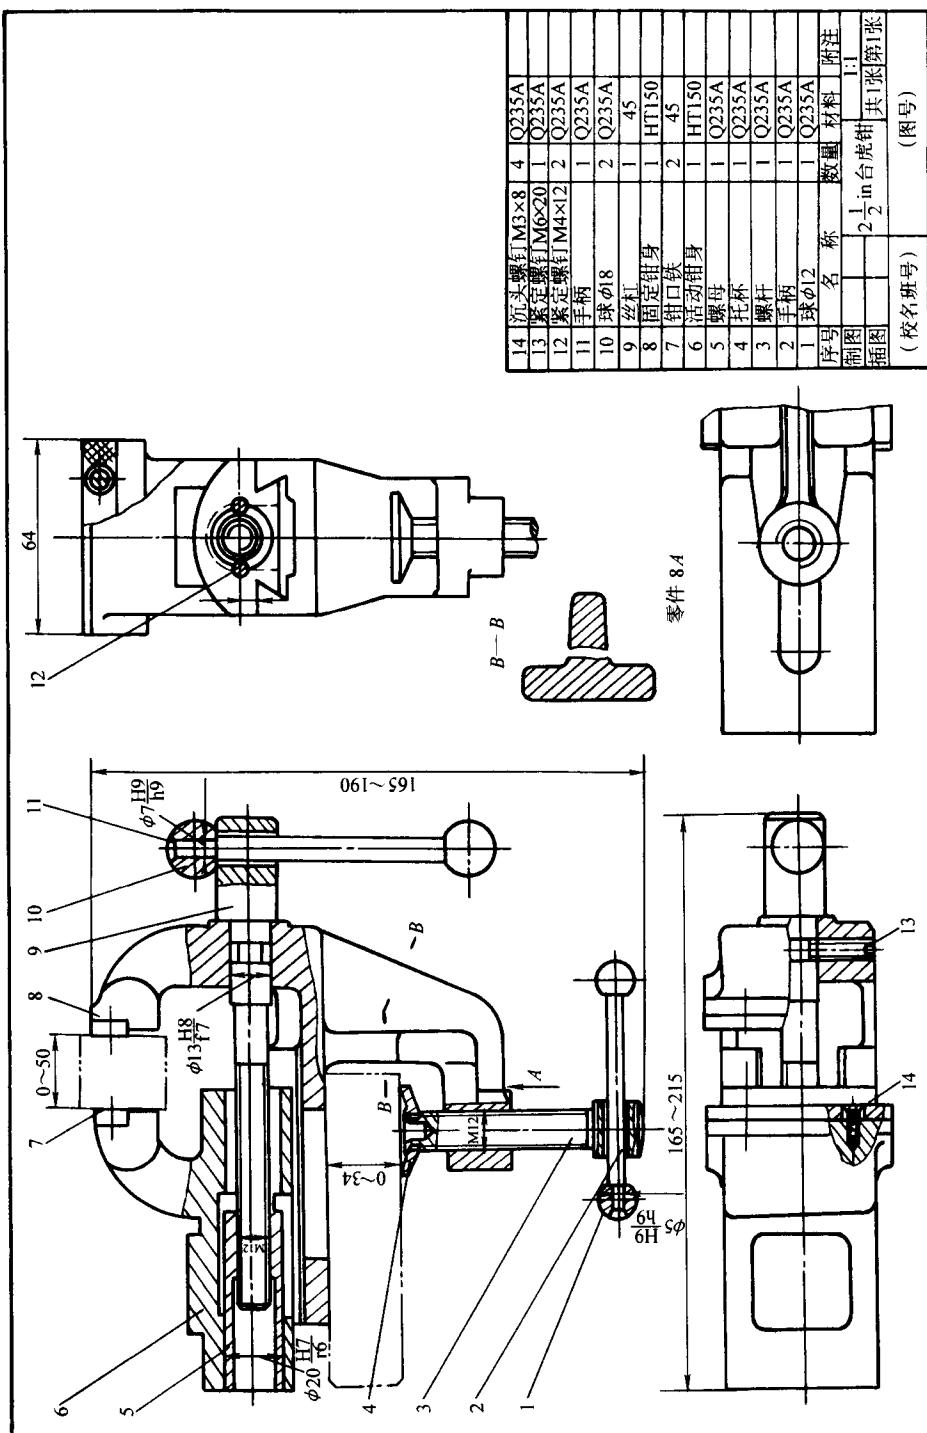

图 1—1
2. 判断图1—2是否是零件图。( )
3. 判断图1—3是否是装配图。( )
4. 判断图 1—4 是否是装配图。 ( )